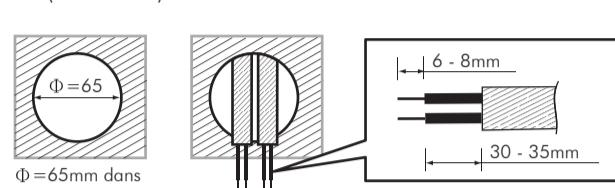

FIG. 9
3.4.2.1 Pour installer le détecteur, veuillez faire un trou de 65 mm de diamètre dans le panneau-plafond et garder le câble d'alimentation à l'extérieur. Veuillez dénuder la gaine du câble sur environ 6 - 8 mm pour effectuer le câblage électrique (Voir FIG.9).